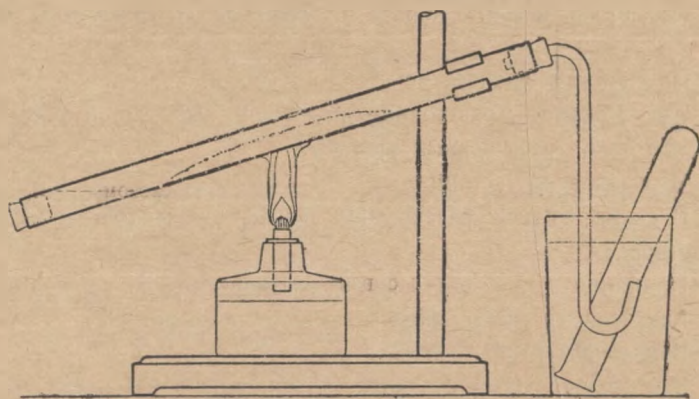

Рис. 49. Прибор для разложения воды магнием или цинком.
*Задача 14.* Чтобы наблюдать реакцию между водой и цинком или магнием, соберите прибор как на рис. 49. Налейте в железную или медную трубку 2-3 см3 воды, насыпьте цинкового или магниевого порошка, сделав это так, как описано выше, при опыте с железом (задача 13). Вставьте пробку с газоотводной трубкой, конец которой погрузите в стакан с водой. Приготовьте 2-3 пробирки для собирания газа, наполнив их водой и опрокинув в стакан с водой.